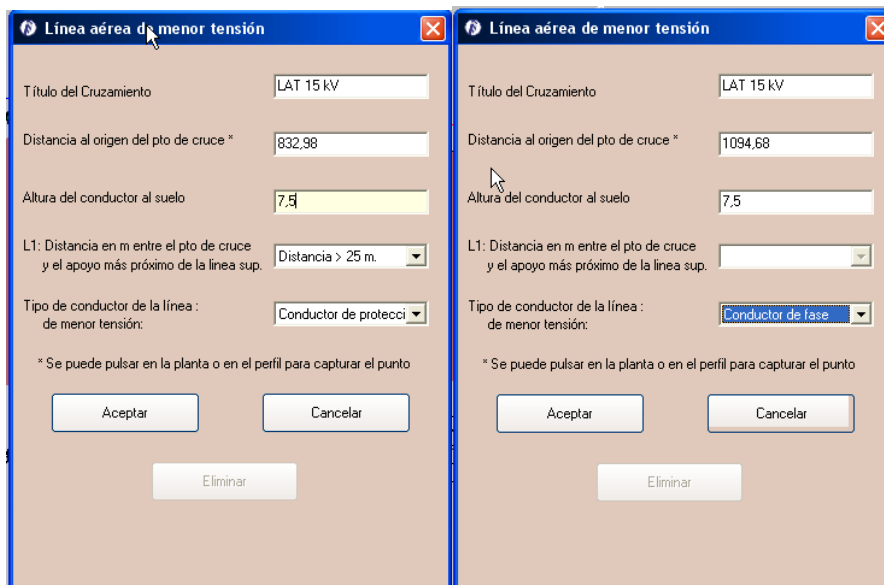

Figura 5.42. Cruzamiento con línea aérea de menor tensión
- Cruzamiento con línea de menor tensión (). En la ventana de línea aérea de menor tensión (Figura 5.42) podemos introducir un cruzamiento indicando:
- *L1: Distancia horizontal entre el punto de cruce y el apoyo más próximo de la línea superior.* Si nuestra línea tiene una tensión nominal entre 3 y 30 kV el programa nos preguntará en L1 si esa distancia es menor o mayor que 25 metros (Figura 5.42, derecha) para escoger una D_{add} u otra según la tabla 17 del la ITC-LAT 07 del R.D. 223/08. Para tensiones mayores no es necesario indicar esta longitud (Figura 5.42, izquierda).